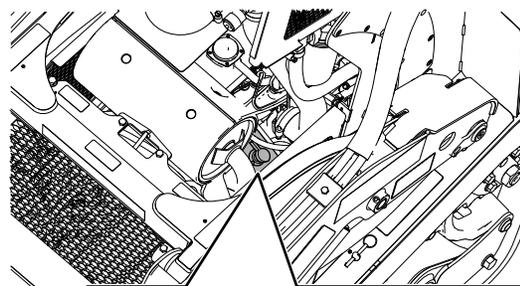

**Figura 31**
1. Allineate le tacche nel corpo della valvola di abilitazione alla trazione con i tubi di supporto filettati se la staffa della valvola a basso flusso (Figura 31).